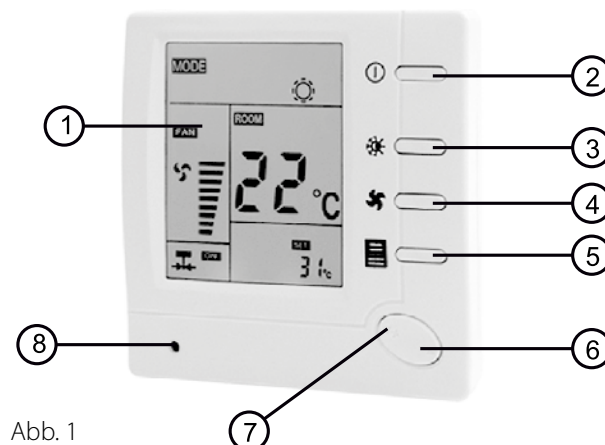
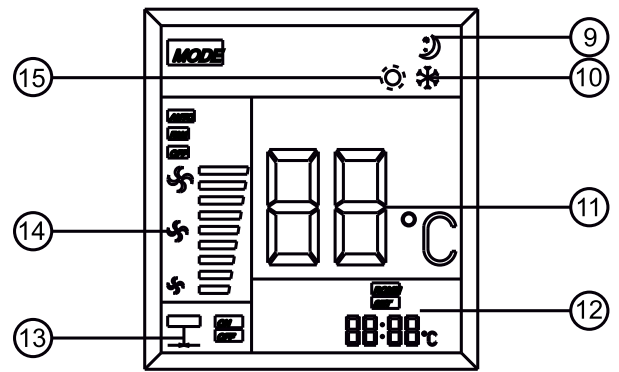

Abb. 1
Abb. 2
**Display** (Abb.2):
- zeigt an, dass der Temperaturregler im Nachtbetrieb läuft (9)
- zeigt an, dass der Temperaturregler im Kühlbetrieb läuft (10)
- zeigt die Raumtemperatur oder die Sollwerttemperatur (11)
- zeigt die eingestellte Temperatur oder Raumtemperatur (12)
- zeigt an, ob die Klappe mit einem Antrieb ein- oder ausgeschaltet ist (13)
- zeigt die Auswahl der Ventilatorlüftungsstufe (14)
- zeigt an, dass der Temperaturregler im Heizbetrieb läuft (15)
Schalten Sie den Temperaturregler durch Drücken der Power-Taste (2) ein. Drücken Sie die Taste der Auswahl der Lüftungsstufe. Auf dem Display erscheint eines der Zeichen (14 in Abb. 2) oder AUTO. Dies bedeutet, dass sich der Ventilator mit der Lüftungsstufe HI (hoch), MED (mittel) und LOW (niedrig) oder AUTO (automatische Betriebsart) dreht. Wenn AUTO-Betriebsart ausgewählt ist, ändert sich die Lüftungsstufe in Abhängigkeit von der Differenz zwischen der tatsächlichen Raumtemperatur und der eingestellten Temperatur. Wenn die Raumtemperatur beim Abkühlen mehr als 3 Grad über der eingestellten Temperatur oder beim Heizen mehr als 3 Grad unter der eingestellten Temperatur liegt, läuft der Ventilator in der höchsten Lüftungsstufe. Wenn die Raumtemperatur während des Abkühlens um 2-3 Grad höher als die eingestellte Temperatur und während des Heizens um 2-3 Grad niedriger als die eingestellte Temperatur ist, läuft der Ventilator in der mittleren Lüftungsstufe. Wenn die Raumtemperatur während des Abkühlens um 0-1 Grad höher als die eingestellte Temperatur und während des Heizens um 0-2 Grad niedriger als die eingestellte Temperatur ist, läuft der Ventilator in der niedrigen Lüftungsstufe.
Wählen Sie mit der Betriebsauswahl taste den Heizbetrieb (15 in Abb. 2). Drücken Sie "+", um den Wert der eingestellten Temperatur zu erhöhen. Wenn die Raumtemperatur niedriger als die eingestellte Temperatur ist, aktiviert sich das Heizungssystem. Drücken Sie "-", um den Wert der eingestellten Temperatur zu verringern. Wenn die Raumtemperatur als die eingestellte Temperatur ist, stoppt sich das Heizungssystem.
Wählen Sie mit der Betriebsauswahl taste den Kühlbetrieb (10 in Abb. 2). Drücken Sie "-", um den Wert der eingestellten Temperatur zu verringern. Wenn die Raumtemperatur höher als die eingestellte Temperatur ist, aktiviert sich das Kühlsystem. Drücken Sie "+", um den Wert der eingestellten Temperatur zu erhöhen. Wenn die Raumtemperatur niedriger als die eingestellte Temperatur ist, stoppt sich das Kühlsystem.
Drücken Sie die Auswahl taste für den Nachtbetrieb (5 in Abb. 1). Das Symbol für den Nachtbetrieb (9 in Abb. 2) wird angezeigt. Dieser Betrieb wird während 8 Stunden aktiv und der Temperaturregler wird das Heizen oder Kühlen gemäß dem Schema (siehe unten) kontrollieren. Drücken Sie die Nachtbetrieb taste erneut. Das entsprechende Symbol verschwindet. Dies bedeutet, dass der Nachsbetrieb abgebrochen wird.
Durch Einstellen der Steuerbetriebsarten können Sie bestimmte Parameter des Temperaturreglers für den automatischen Betrieb entsprechend Ihren Anforderungen einstellen. Schalten Sie den Temperaturregler aus, drücken Sie die Power-Taste und halten Sie dann die Auswahl-taste für den Nachtbetrieb (5, Abb. 1) mindestens 4 Sekunden lang gedrückt, bis sich das Display einschaltet. Dies bedeutet, dass Sie den erste Menüpunkt der Einstellung der Steuerbetriebsarten eingegangen sind. Es gibt 4 solche Menüpunkte, die auf dem Bildschirm angezeigt werden. Die Auswahl des entsprechenden Menüpunktes erfolgt durch Drücken der Taste (5). Drücken Sie an jedem Punkt die Taste "+" oder "-", um die Einstellungen zu ändern. Um das Menü zu verlassen und zum normalen Betrieb zurückzukehren, schalten Sie den Temperaturregler durch Drücken der Power-Taste aus und schalten Sie ihn wieder ein.